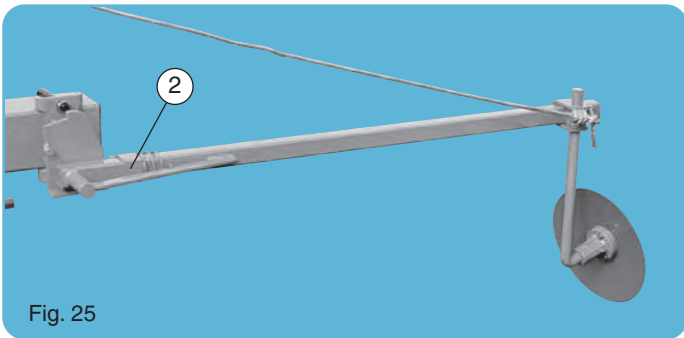

Fig. 25
- Fig. 25.** Special row marker for 3 m (9'11") frame/markings by disc (optional).
- Fig. 25.** Marcator rânduri special pentru șasiuri de 3 m (9'11"). Marcaj cu disc (opțional).
- Fig. 25.** Znacznik specjalny dla ramy 3 m. Znaczenie śladu talerzem (wyposażenie dodatkowe).
- Fig. 25.** Специален маркир за рама от 3 м. Обозначаване чрез диск (опция).